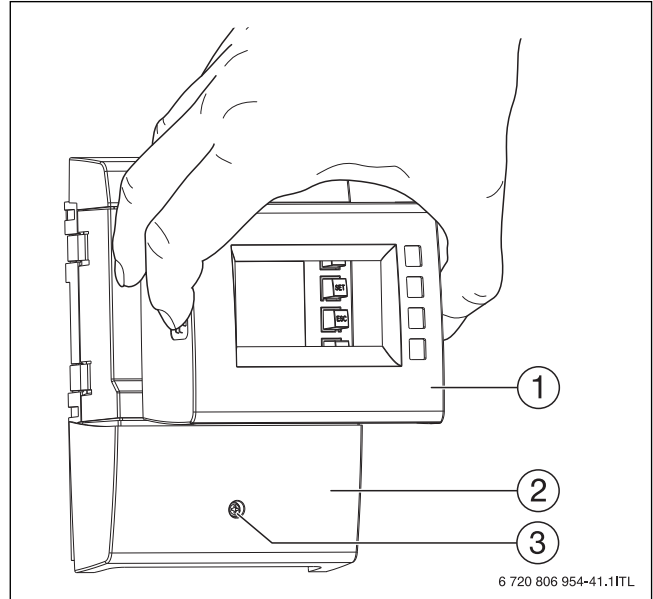

Bild 23 Frontblende entfernen
- ▶ Frontblende (→ Bild 23, [1]) an den seitlichen Griffen fassen und nach vorne abziehen.
- ▶ Frontblende (→ Bild 23, [1]) vorsichtig aufsetzen und auf die Frontblende drücken, sodass sie einrastet.
- ▶ Befestigungsschraube der Klemmenabdeckung (→ Bild 23, [3]) lösen.
- ▶ Klemmenabdeckung (→ Bild 23, [2]) aufsetzen.